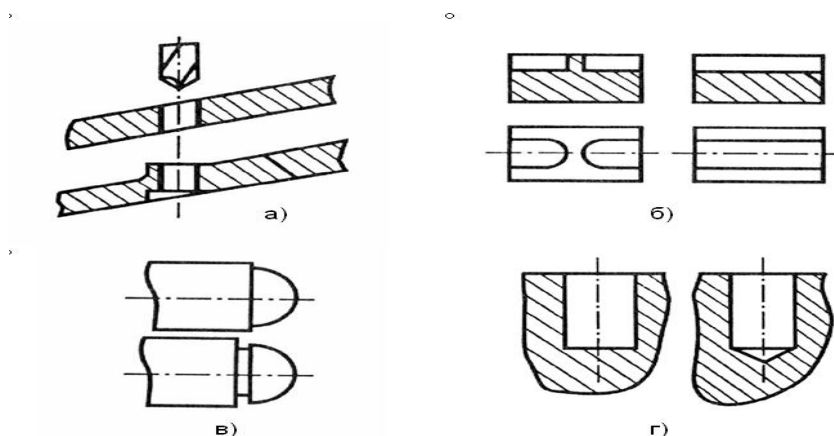

Рисунок 1
1. Дать качественную оценку технологичности вариантов конструктивного оформления элементов деталей (рисунок 1).